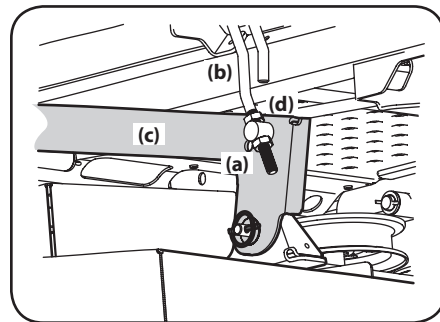

Figure 4-10
3. Desserrez l'écrou inférieur (a) situé sur la barre ajustable (b) qui est fixée au bras de relevage (c) pour abaisser le plateau de coupe, puis serrez l'écrou supérieur (d) pour fixer le plateau de coupe. Desserrez l'écrou supérieur (d) et serrez l'écrou inférieur (a) pour fixer le plateau de coupe. Voir Figure 4-10.